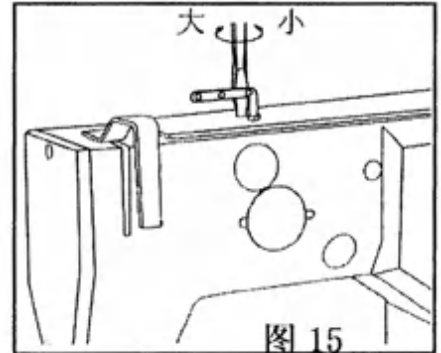

图 15
23、压脚压力的调节：(图 15)
- 2) 压脚的压力调节如图 15 所示。